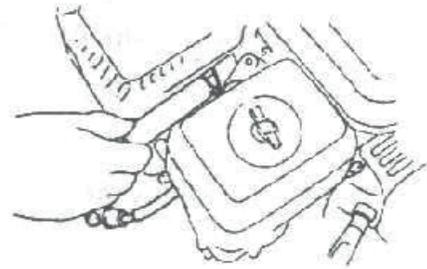

Fig. 24
4) Controlar la guarnición de la bujía y, si es necesario, cambiarla por una nueva. Tratar de no dañar el roscado cuando se ajusta la bujía con una llave. (Fig.24).